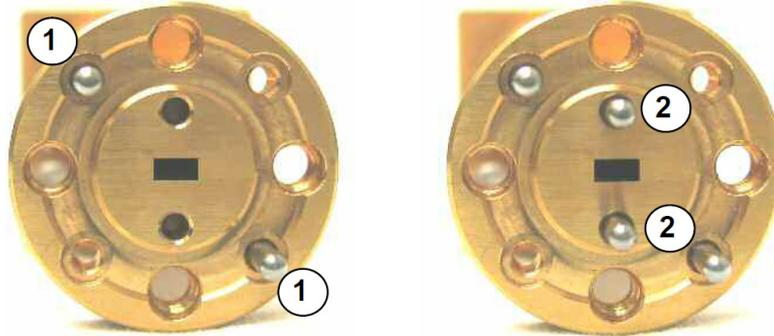
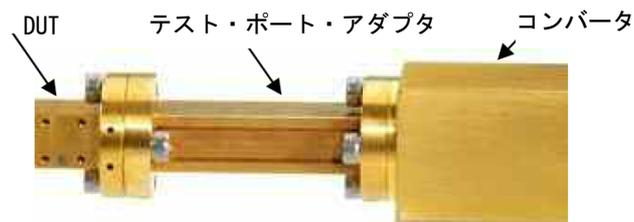

図 2.1 高精度曲がり防止フランジ UG-387 (位置決めピンがない場合とある場合)
図 2.2 被測定物とコンバータを接続するときの推奨構成
50GHz 以上の導波管の場合には、UG-387 のフランジが最も一般的に使用されています。コンバータは、このフランジに適合しています。UG-387 のフランジは、MIL 仕様に従って、直径 1.565mm (0.0615 インチ) の位置合わせピン (図 2.1 ①) とともに使用します。[2] この直径は、非常に多くのメーカーでサポートされています。(例: Aerowave 社、Custom Microwave 社、M/A-COM/Tyco Electronics 社、および Flann Microwave 社) そのほかの直径の位置合わせピンも一般的に使用されています。主要なメーカーは Agilent Technologies 社で、直径 1.605mm (0.0630 インチ) のピンを提供しています。この UG-387 フランジの変種とも適合するように、コンバータには 2 種類のテスト・ポート・アダプタがついています。(図 2.2) アダプタの 1 つは、1.565 mm の位置合わせピンと使用するように設計されています。このアダプタの場合には、さらに位置決めピンまで使わなくても、非常に正確に接触させることができます。(図 2.1 ②) もう 1 つのアダプタは、直径 1.565mm と 1.605mm の両方の位置合わせピンで使用できるように設計されています。できるだけ正確に接触させることができるように、このほかに位置決めピンも使用するようお勧めします。位置決めピンは、両方のテスト・ポート・アダプタ (高精度フランジ) に使用することができます。テスト・ポート・アダプタの外側には、フランジが互いの方向に曲がらないようにするために設計された縁がついています。(曲がり防止フランジ) また、標準的なフランジ (曲がり防止仕様になっていないフランジや上記で説明した高精度特性を備えていないフランジ) の被測定物 (DUT) をテスト・ポート・アダプタに接続することもできます。
すべての測定にテスト・ポート・アダプタ (図 2.2) を使用するようお勧めします。コンバータのフランジを汚れ、消耗、傷などの損傷から効果的に保護することができます。
- 2) さらに精度を上げるときには、位置決めピン (図 2.1 ②参照) も使用してキャリブレーション・キット R&S ZV-WR10 のスタンダードを固定することができます。